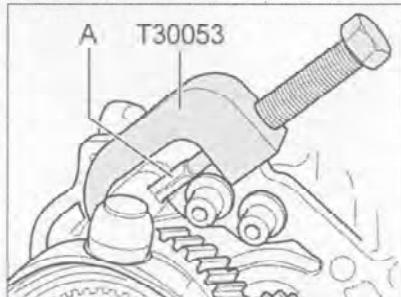

Рис. 7.221. Запрессуйте штифт (А) вилки включения 5-й/6-й передач.
88. Запрессуйте штифт (А) вилки включения 5-й/6-й передач (рис. 7.221).